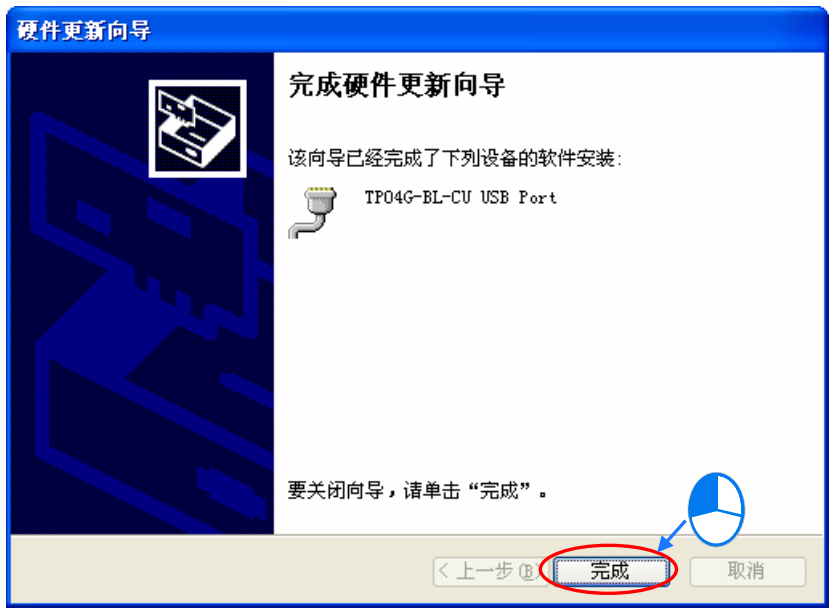

图 B-5 安装过程
- (5) 安装结束后，请按下「**完成**」键离开。如图 B-5。